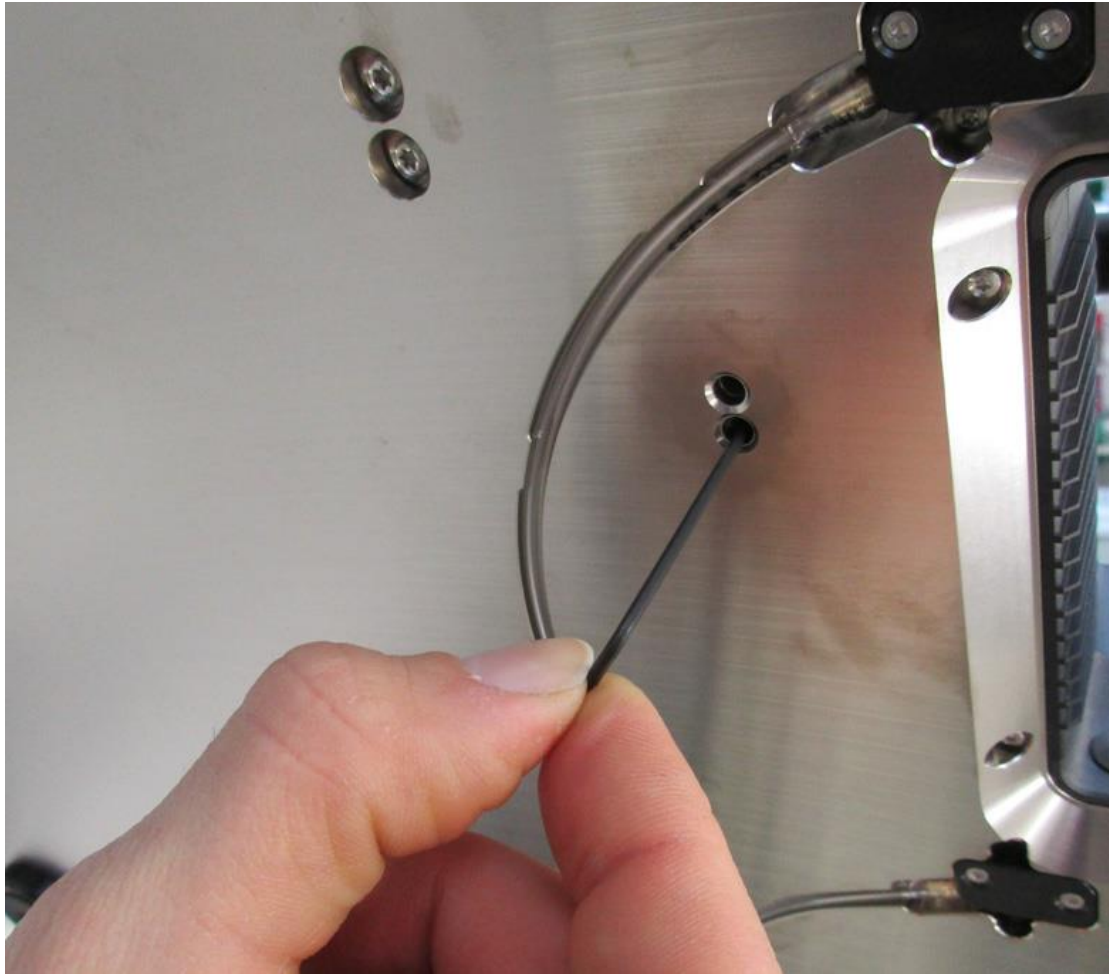

图 9： 插入动镜锁匙
2. 将锁匙 T6 小心插入设备底部靠近模块位置两个小孔中的一个，如图 9 所示